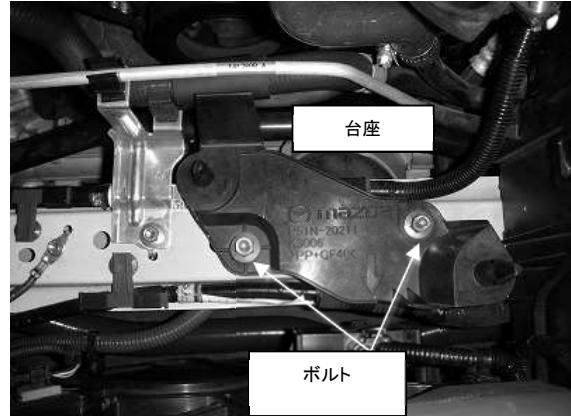

図 4
- 6) ボルト 2本を外し、純正クリーナーBOX の台座を取り外して下さい。図4 参照